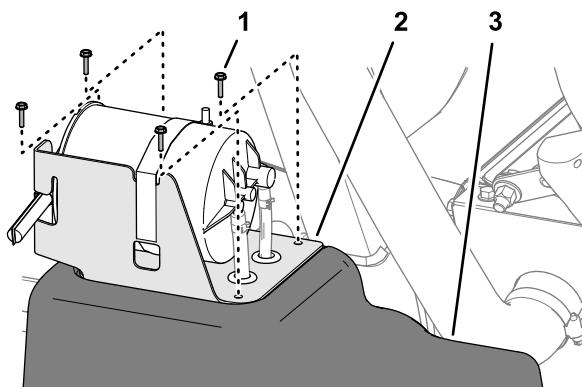

Figura 89
5. Alinee los orificios del soporte del cartucho de carbón con los orificios del depósito de combustible (Figura 89).
6. Monte el soporte en el depósito (Figura 89) con los 4 tornillos (Nº 10 x $\frac{3}{4}$ ”).